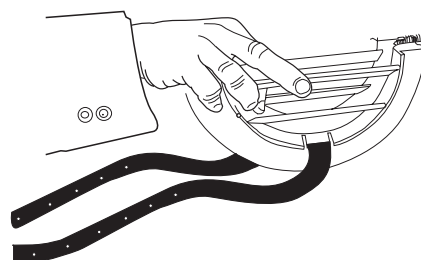

Fig. 11
- Repliez sur elles-mêmes les grilles extérieures en les empoignant avec la main libre dans la partie de repliement et en introduisant les doigts à l'intérieur de chaque lamelle (fig. 11).